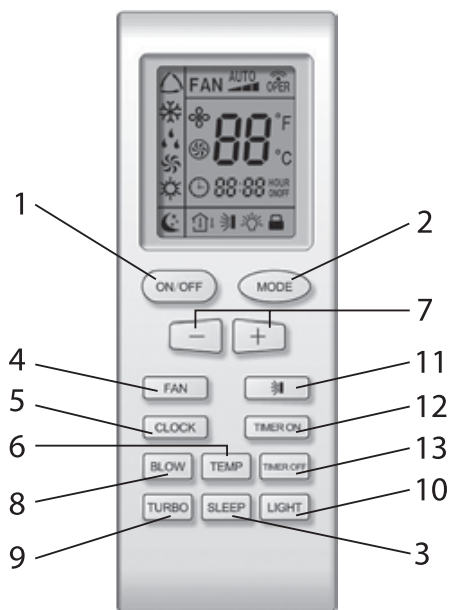

Рис. 5.1
5.1 Пульт управления кондиционеров моделей GWH07MA-K3NNA4A, GWH09MA-K3NNA4A, GWH12MB-K3NNA4A, GWH18MC-K3NNA4A, и GWH24MD-K3NNA4A (Рис. 5.1)
- Для управления кондиционера применяется беспроводной инфракрасный дистанционный пульт (рис. 5.1).
- Комментарии к рис. 5.1 см. таблицу 5.1.